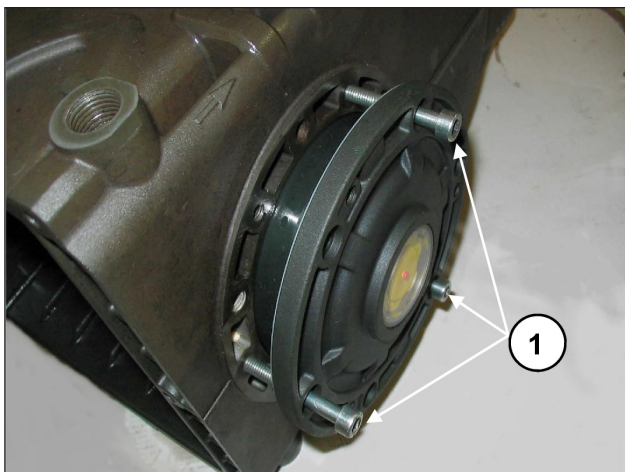

Fig. 8
Para facilitar a entrada da primeira seção e o relativo inserimento das tampas e da flange no cárter, é aconselhável o uso de 3 parafusos M6 x 40 parcialmente roscados, (Fig. 8, pos. ①) para depois completar a operação com os parafusos fornecidos.